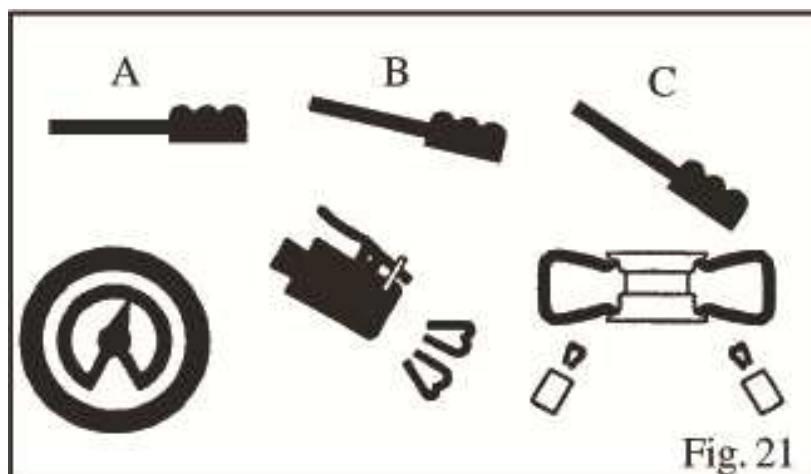

Fig. 21
- Abaisser la pédale en position intermédiaire (B - Fig. 21).
- Si le talon du pneumatique n'est pas bien placé, à cause d'un talon rigide, soulever manuellement le pneumatique jusqu'à ce que le talon supérieur soit appuyé contre la jante, puis appuyer sur la pédale jusqu'au fond (C - Fig. 21). Un fort jet d'eau sera fourni par les buses dans les glissières pour favoriser le placement des talons.
- Relâcher les pneumatiques ; mettre la pédale en position intermédiaire (B - Fig. 21) et continuer à gonfler le pneumatique avec de brefs jets d'air en contrôlant constamment la pression entre un jet d'air et l'autre, jusqu'à atteindre la pression demandée.